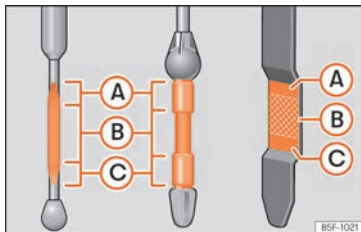

Abb. 317 Ölmesstab
» Abb. 317. Füllen Sie gegebenenfalls Motoröl nach.
- Wenn der Ölstand mindestens den Bereich » » **Abb. 317 (B)** erreicht hat, vorsichtig den Deckel des Einfüllstutzens aufschrauben » » **!**
Liegt der Ölstand über dem Bereich » » **Abb. 317 (A), starten Sie den Motor bitte nicht. Dies könnte zu einer Beschädigung des Motors und des Katalysators führen. Wenden Sie sich an einen Fachbetrieb.**
Der Ölstand darf keinesfalls über dem Bereich » » **Abb. 317 (A) stehen, andernfalls könnte Öl über die Entlüftung der Motorölwanne angesaugt werden und über die Abgasanlage in die Atmosphäre gelangen.**